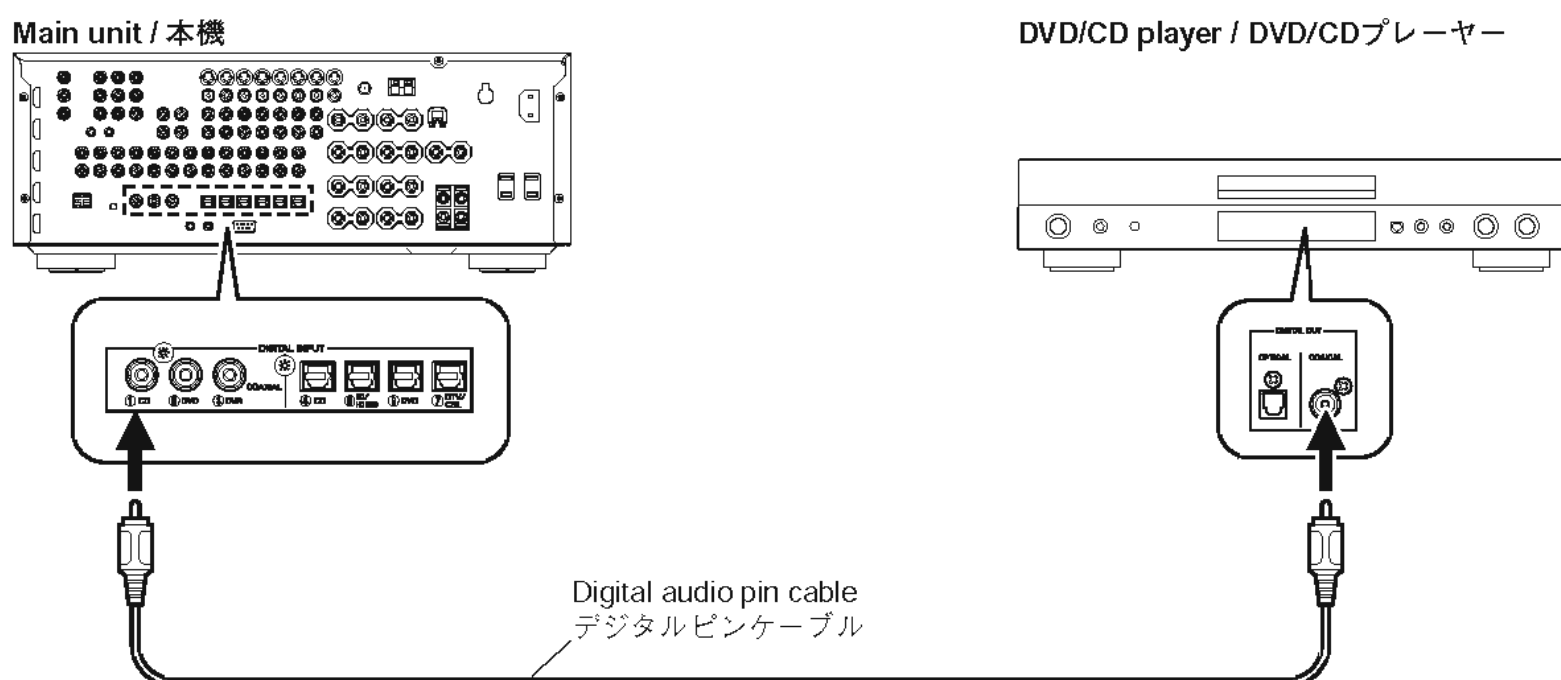

Fig. 1
- 1. Connect the main unit and DVD/CD player as shown below. (Fig. 1)
- 1. 本機とDVD/CDプレーヤーを下記のように接続します。(Fig. 1)